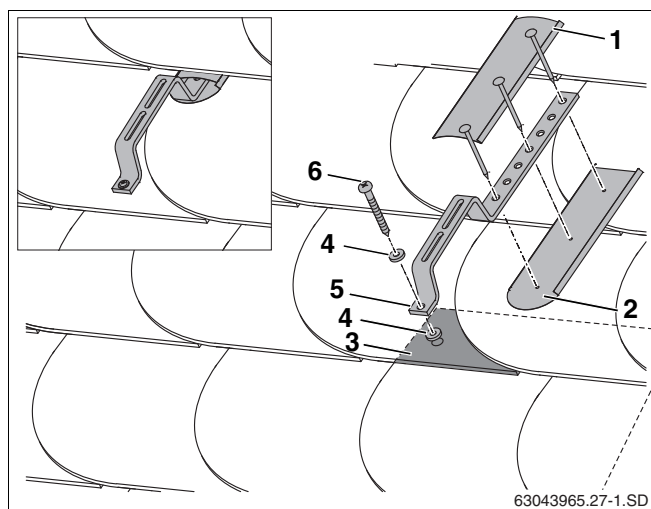

Рис. 26 Монтаж на крыше с покрытием шифером/гонтом
В качестве примера здесь приводится описание монтажа специального кровельного крюка и водонепроницаемого уплотнения с использованием планок заказчика (рис. 26, поз. 1 и 2) на покрытии шифером/гонтом.
- ▶ Установите специальные кровельные крюки (рис. 26, поз. 5) и уплотнения (рис. 26, поз. 4), закрепив их шурупом (рис. 26, поз. 6) на покрытии шифером/гонтом.
- ▶ Для водонепроницаемости при монтаже нужно укладывать планки заказчика (рис. 26, поз. 1, 2) сверху и снизу специальных кровельных крюков.
Специальный кровельный крюк должен спереди прилегать к многослойному покрытию (рис. 26, поз. 3).